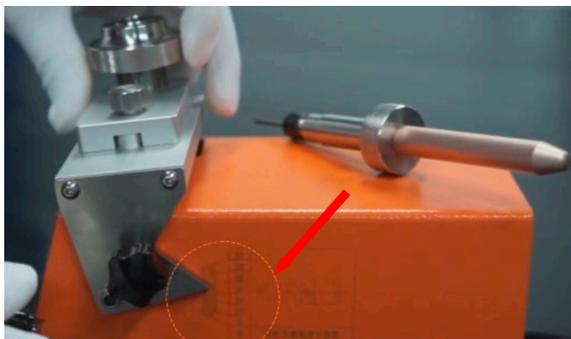

Рис. 8.1. Установка угла заточки.
2. Открутите болты регулировки угла заточки и установите необходимый угол заточки электрода (см. рис. 8.1).